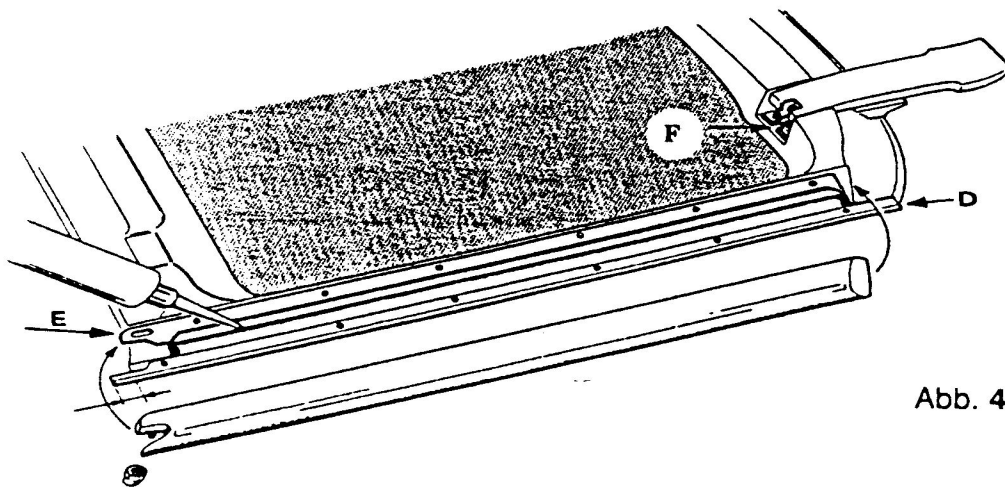
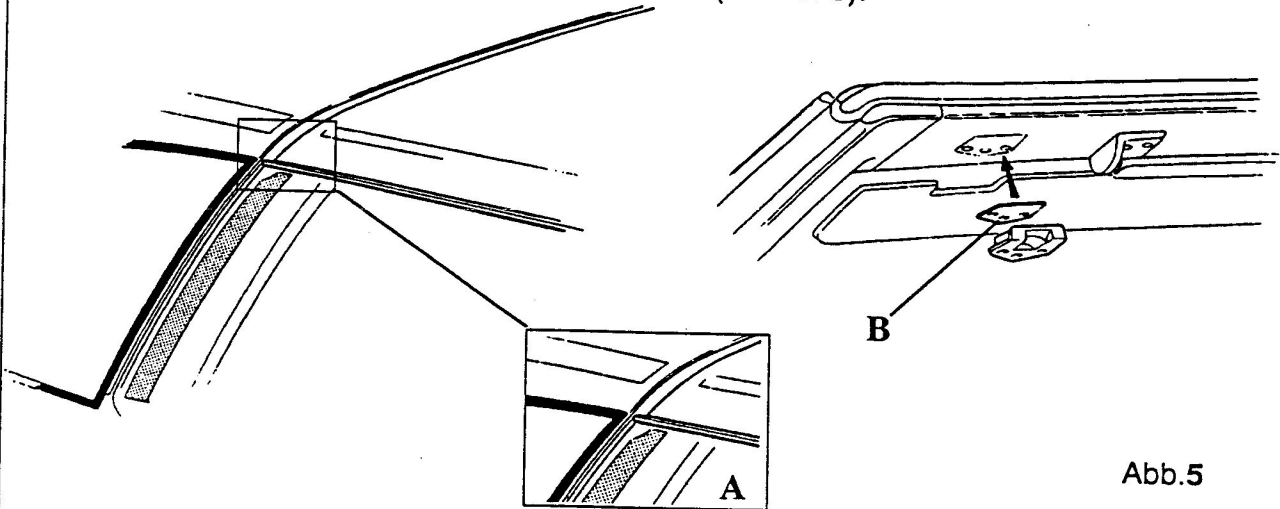

Abb. 4
Abb.5
- Die neue Regenleiste aufmontieren welche auf der Vorderseite mit der Dachprofilierung (Punkt D Abb. 4) übereinstimmen muß. Auf der Rückseite entsteht ein Vorsprung von einigen mm (Bohren oder können die Bohrungen auf der Regenleiste etwas verschoben werden, damit sie mit den bestehenden Bohrungen im Dach übereinstimmen; die unvernwendeten Bohrungen auf der Regenleiste werden mit Silikon verstopft).
- Die bestehende Bohrung (Punkt E Abb. 4) falls erforderlich fräsen.
- Die neue Seitendichtung montieren und im Punkt E Abb. 4 befestigen.
- Das Dach in den entsprechenden Sitz einmontieren und eventuell die Belastung mit Hilfe der Zwischenlegscheiben der Zchnng. Nr. 62338700 (B Abb. 5) oder Zchnng. Nr. 60399003 (F Fig.4) unter dem Griff einstellen.
Bemerkung: Die neue Regenleiste verfügt über eine herausragende Hinterseite, welche genau in den Sitz in der Dichtung passen muß (A Abb. 5).